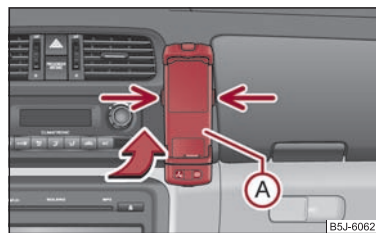

Fig. 101 Adaptare universală pentru telefon
- Împingeți mai întâi adaptorul (A) în sensul săgeții ⇒ fig. 101 în suport. Apăsăți ușor adaptorul pentru a vedea dacă s-a fixat.
- Așezați telefonul în adaptorul (A) (conform instrucțiunilor producătorului).
- Apăsăți simultan elementele de blocare laterale ale suportului și scoateți telefonul cu adaptorul ⇒ fig. 101. ▶